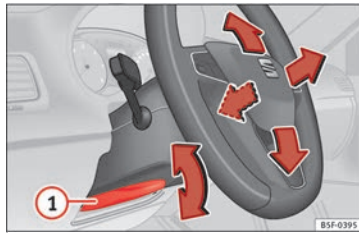

Bild 20 Spak nere till vänster om rattstången.
- Ställa in rattpositionen: Dra » bild 20 ①- spaken nedåt och flytta ratten till önskat läge. Lyft upp spaken igen tills den låses.